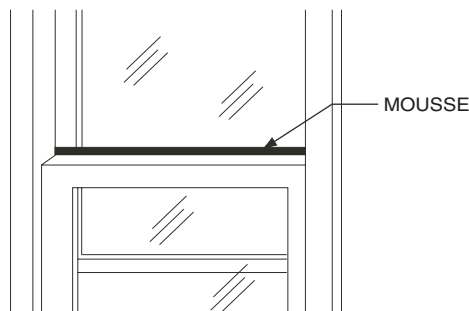

FIGURE 17 — EMPLACEMENT DE LA MOUSSE DU CHÂSSIS
- Coupez la mousse (comprise) pour qu'elle corresponde à la longueur de la fenêtre. Insérez la mousse entre le haut du châssis inférieur de la fenêtre et les carreaux de la fenêtre du haut. Consultez la Figure 17. Assurez-vous qu'il n'y a aucun espace afin de prévenir les fuites d'air entre les fenêtres. Assurez-vous également que les insectes ne peuvent pas entrer par la fenêtre.